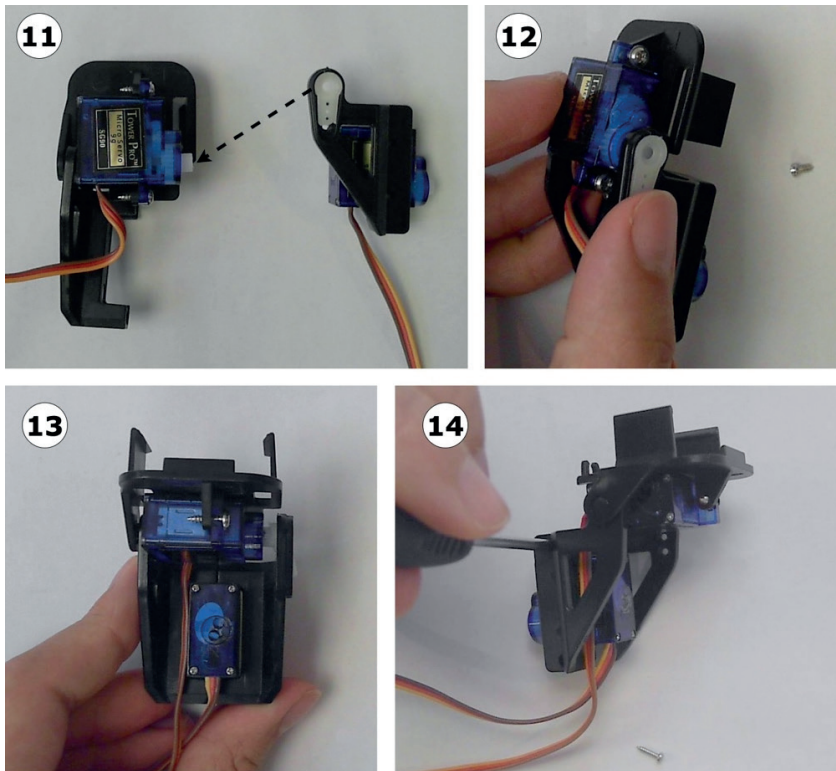

Рис. 10.14. Соединение левой и правой частей
Для этого обратитесь к рис. 10.14 и выполните следующие шаги.
1. На рис. 10.14 показано, как соединить левую и правую части. При соединении деталей фланец качалки правого сервопривода должен охватывать сервопривод наклона, который вы прикрутили к планке наклона.